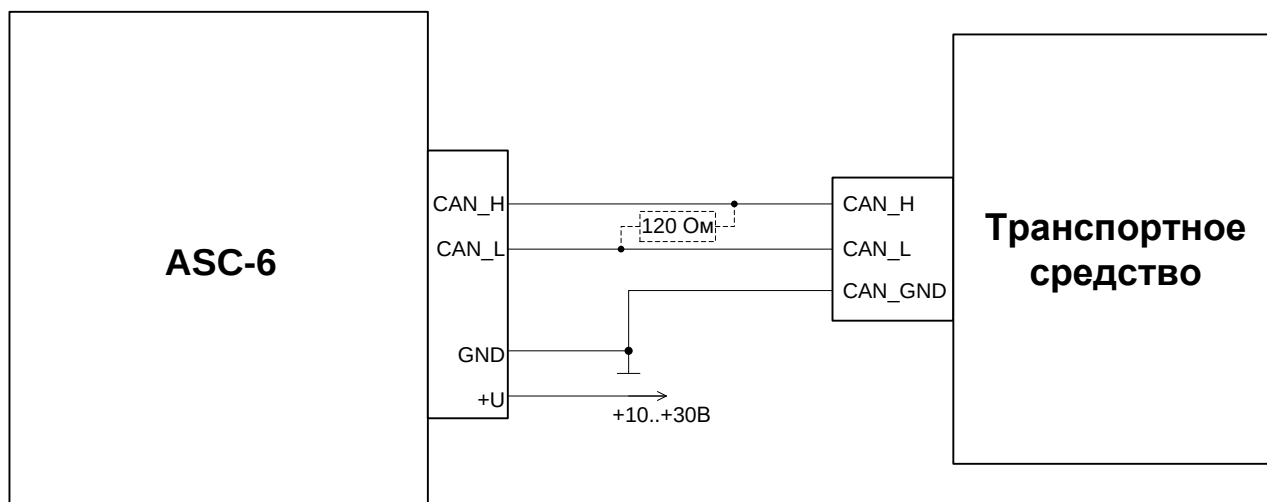

Рис. 6. Схема подключения терминала к диагностическому разъему CAN шины.
После необходимой настройки и подключения устройство при въезде в заданные зоны будет проигрывать записанные на карту памяти звуковые файлы. Во время движения терминал проверяет текущие географические координаты на совпадение с зонами проигрывания файлов. При нахождении такого совпадения терминал проигрывает соответствующий ей звуковой файл (см. рис.6).
5.1.5. Подключите к контактам CAN\_H, CAN\_L (контакты 2,3 разъема MF-20F) (см. рис.2) CAN шину автомобиля. При подключении к диагностическому разъему используйте схему подключения на рис. 6. Если в точке подключения к шине между линиями CAN\_H и CAN\_L сопротивление  $\sim 120$  Ом (при выключенном зажигании), то около устройства между контактами 2 и 3 необходимо подключить сопротивление 120 Ом. Если сопротивление  $\sim 60$  Ом дополнительный резистор не нужен. Как правило, при подключении к диагностическому разъему, резистор не требуется.